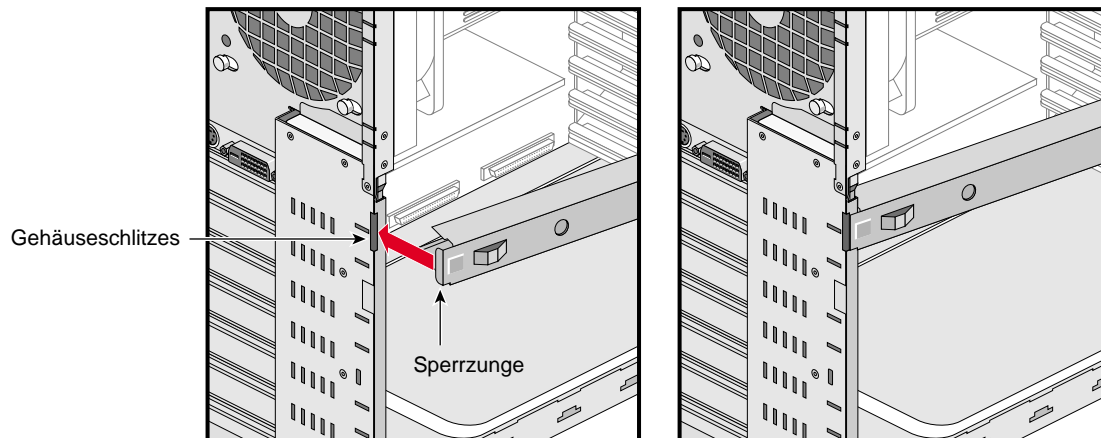

Abbildung 2-6 Lage der Sperrzunge am Bügel und des Gehäuseschlitzes
2. Schwenken Sie den Bügel zum Gehäuse hin, bis die Sperrzunge am rechten Bügelende über dem Schlitz an der rechten Seite des Gehäuses ausgerichtet ist. Abbildung 2-6 zeigt die Lage dieser Sperrzungen und Schlitze.